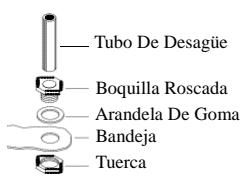

Fig. 5
- Instale el montaje de desagüe.** Pase la boquilla por el agujero de la bandeja, colocando la arandela de goma entre la bandeja y la cabeza de la boquilla (véase fig. 5). Coloque la tuerca en la boquilla y atorníllela hasta que quede apretada contra la parte inferior de la bandeja. Inserte el tubo de desagüe en la boquilla para retener el agua. El tubo de desagüe se puede quitar para desaguar el agua de la bandeja cuando sea necesario. Se puede conectar una manguera de jardín a la boquilla para desaguar el agua hacia otra parte.